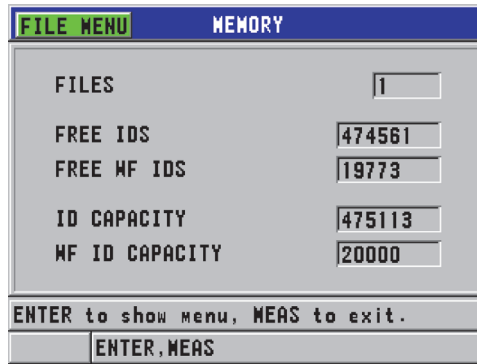

Figura 6-34 Tela de status da memória
1. Pressione **[FILE]**, selecione **MEMORY**, pressione **[ENTER]** para mostrar a tela do estado da **MEMORY** (ver Figura 6-34 na página 128). Esta tela indica a quantidade de arquivos armazenados na memória interna, juntamente com a capacidade atual.